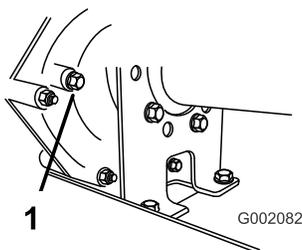

Figura 56
- Retire o parafuso do orifício indicador do nível (Figura 56).